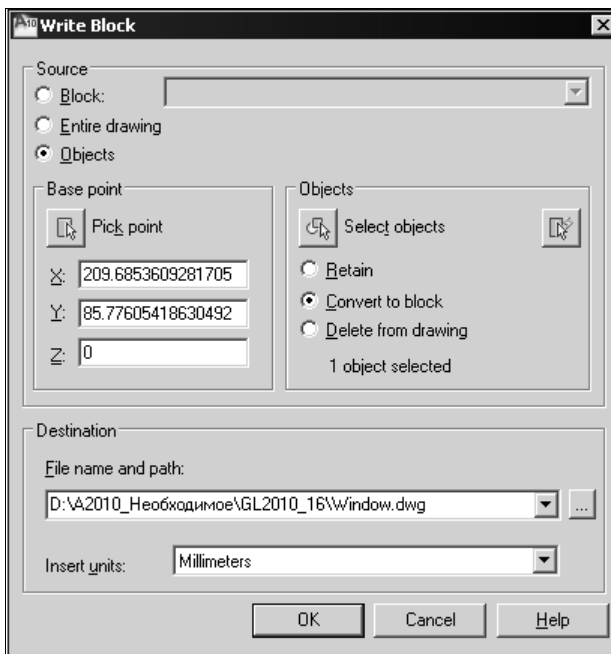

Рис. 16.3. Диалоговое окно для сохранения выбранных объектов чертежа в отдельном файле
1. В командной строке введите команду **WBLOCK** (ПБЛОК) или ее псевдоимя **W** (ПБ) и нажмите клавишу <Enter>. Появится диалоговое окно **Write Block** (Запись блока на диск) (рис. 16.3).